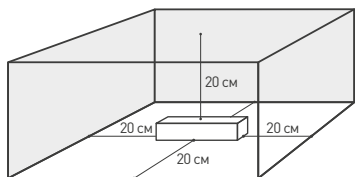

Рис. 1. Свободное пространство вокруг источника.
- 4.2. Для нормальной вентиляции обеспечьте не менее 20 см свободного пространства вокруг источника питания, как изображено на Рис. 1. При невозможности обеспечить свободное пространство используйте принудительную вентиляцию.